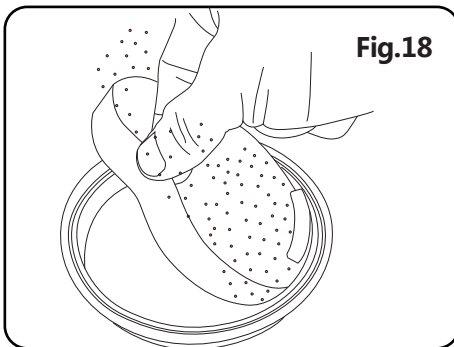

Fig.18
(5) Como en la fig.18, Retire la esponja de salida.